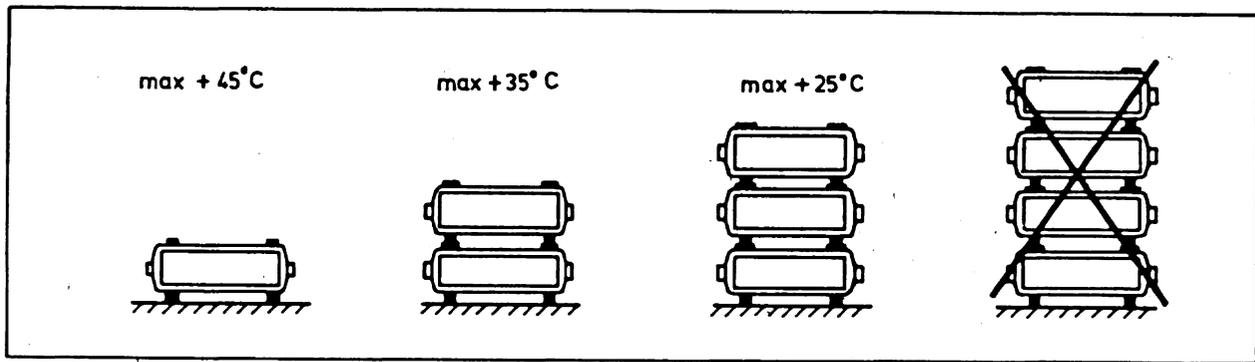

Bild 7: maximale Umgebungstemperatur bei Stapelung von Geräten
Sollen mehrere Geräte übereinander gestellt werden, müssen die in Bild 7 gegebenen maximalen Umgebungstemperaturen beachtet werden.
- Bei Verkettung erfolgt die Funktionsauslösung über Eingang START EXT] (19) oder Taste "Handauslösung" (4). Taste START AUTO (3) bleibt ungedrückt.
- High→Low am Eingang START EXT] (19) bewirkt die Funktionsauslösung am Zähler G-2002.500 (Bild 7). Der Low→High-Übergang bleibt ohne Wirkung.